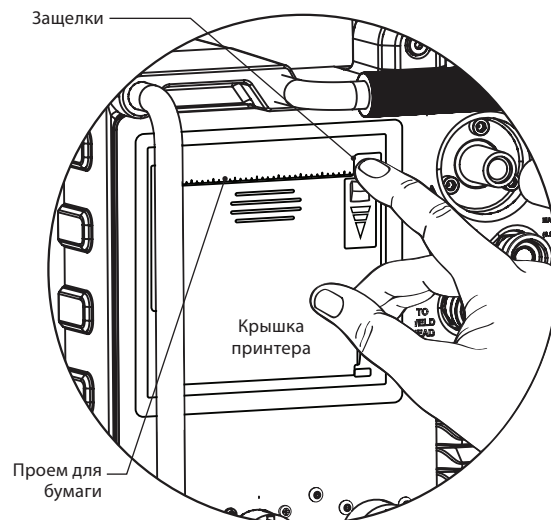

Рис. 50. Открывание крышки принтера
1. Нажмите на защелку вниз, чтобы открыть крышку принтера (рис. 50).